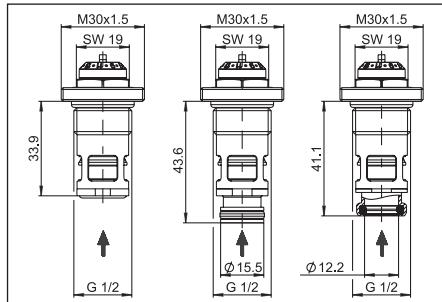

Abb. 1: Abmessungen und Durchflussrichtung Typ GHQ
- Der Thermostatventileinsatz muss in der vorgegebenen Durchflussrichtung durchströmt werden (siehe Abb. 1 und 2).